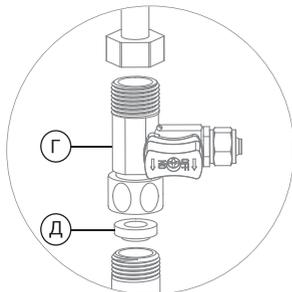

Рис. 6
1. Установите тройник-адаптер (Г) на магистраль холодной воды, уплотнив соединения тройника и подающей магистрали уплотнительной шайбой (Д), поставляемой в комплекте (рис. 6).